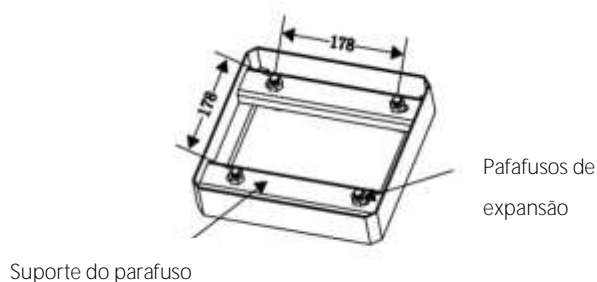

Fig. 2.2
- Insira quatro parafusos de expansão nos furos dos parafusos, conforme mostrado na Fig. 2.2.